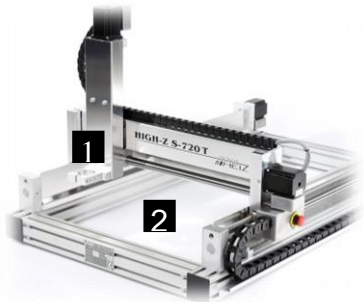

Abb. 18: Arbeitsbereiche
- Bereich der Werkstückaufnahme (Abb. 18 /1) (im abgeschalteten Zustand)
- Bewegungsbereich der Achsen (Abb. 18 /2) (im abgeschalteten Zustand). Zwecks aufspannen von Werkstücken.